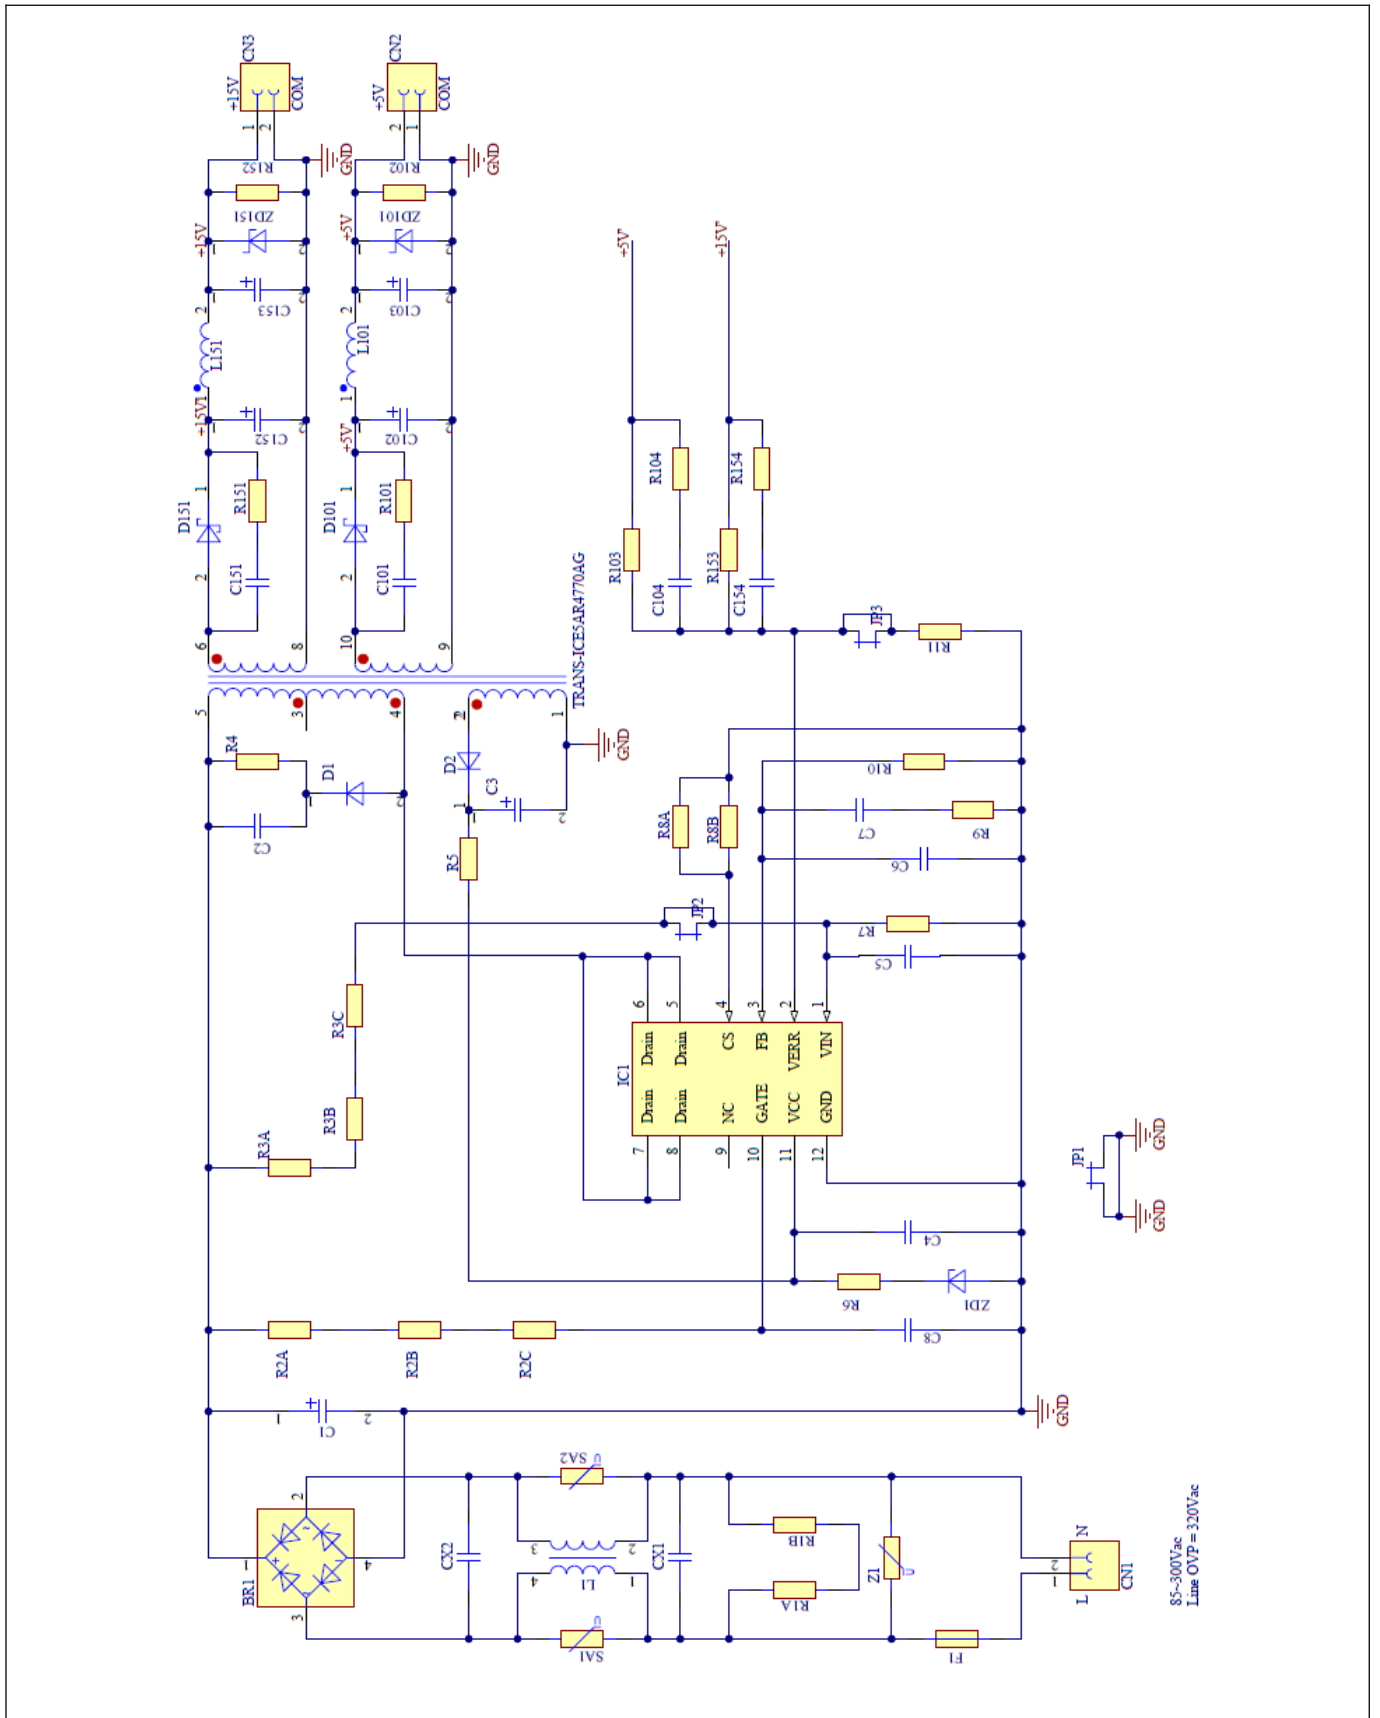

图 23 DEMO_5AR4770AG_14W1 原理图
- ii. 700/800 V 走线{电源开关的漏极引脚（控制器 Q1 和 CoolSET™ IC1 的 DRAIN 引脚 [见图 23]）}至相邻走线：> 3 mm